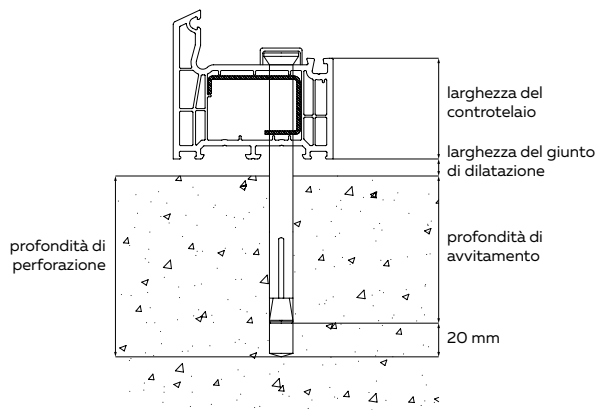
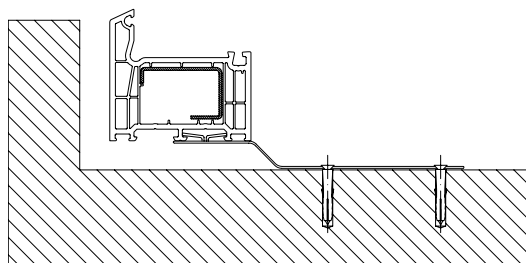

Fig. 2a
Fig. 3
- Fissare il telaio con tasselli, viti (Fig. 2a e 2b pagina 6) o tasselli di montaggio (Fig. 3 pagina 6). Se si usano dei tasselli nella parte inferiore del telaio, i loro fori devono essere riempiti di silicone per sigillarli. La posizione dei fissaggi è mostrata nella Figura 1 a pagina 5.